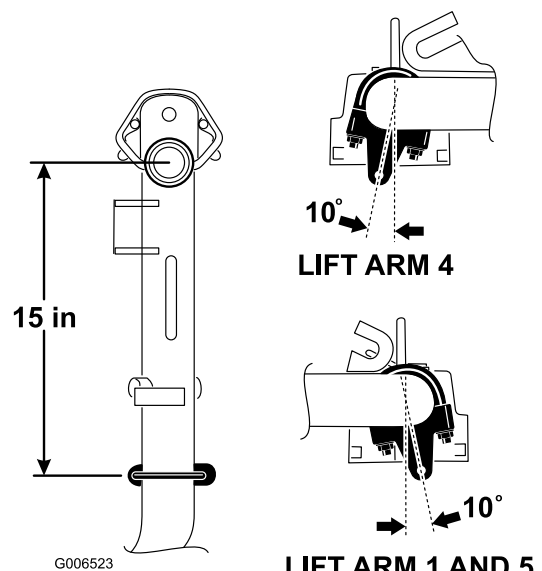

Figura 4
1. En los brazos de elevación 1, 4 y 5, posicione los soportes de las cadenas y los pernos en U a 15 pulgadas por detrás de la línea central del pivote (Figura 4). En los brazos de elevación 1 y 5, los soportes deben girarse hacia la derecha, a 10 grados de la vertical (Figura 4). En el brazo de elevación 4, el soporte debe girarse hacia la izquierda, a 10 grados de la vertical (Figura 4).